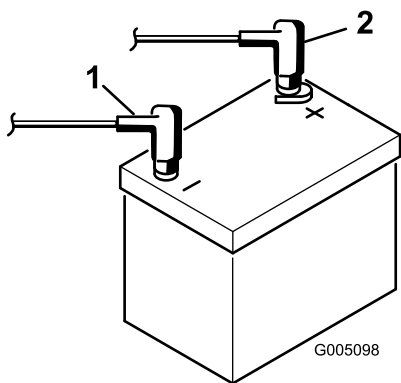

图7
9. 使用螺栓和螺母将正极红色接线连接到正极 + 电池端子 负极黑色接线连接到负极 - 电池端子图7。将橡皮套滑动到正极电池端子上防止可能发生的短路情况。